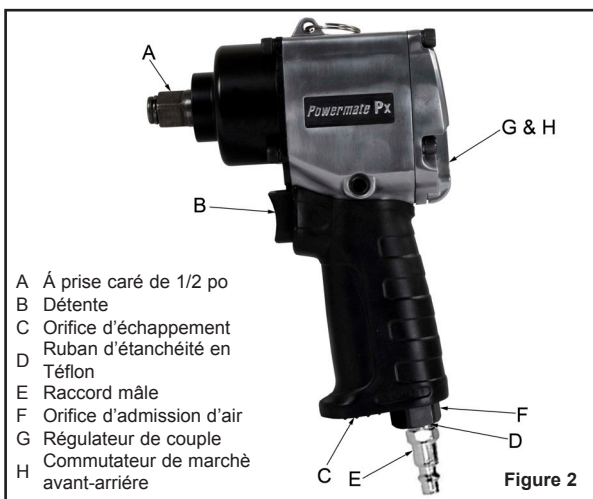

Figure 2
- Installez un raccord mâle 1/4 po NPT (non inclus) à l'orifice d'admission d'air de l'outil (voir Figure 2). **Remarque :** *Enveloppez toutes les extrémités filetées à l'aide de ruban d'étanchéité en téflon.*